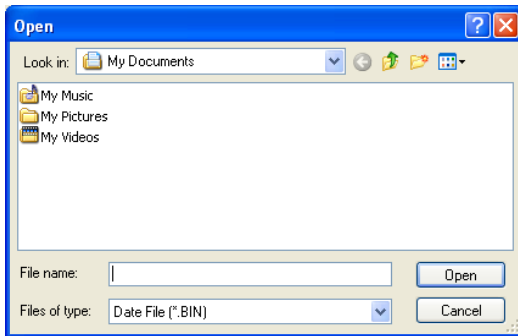
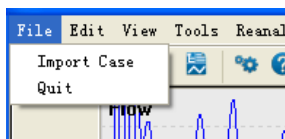

Figure 5.20
Figure 5.39
- 1) Cliquez sur « Import Case » (Importer un dossier) dans le menu « File » (Fichier) pour accéder à la page illustrée à la Figure 5.20. Cela permet d'importer les données d'un autre patient tout en observant les formes d'onde, ce qui facilite l'examen complet par le médecin, comme le montre la Figure 5.39.